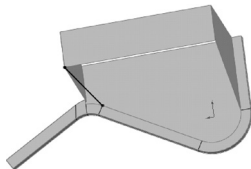

图 4-56 创建 3D 曲线操作
STEP 11 单击“草图”工具栏中的“3D 草图”按钮, 再单击“直线”按钮, 在如图 4-56 所示的两点之间绘制一条三维的直线。